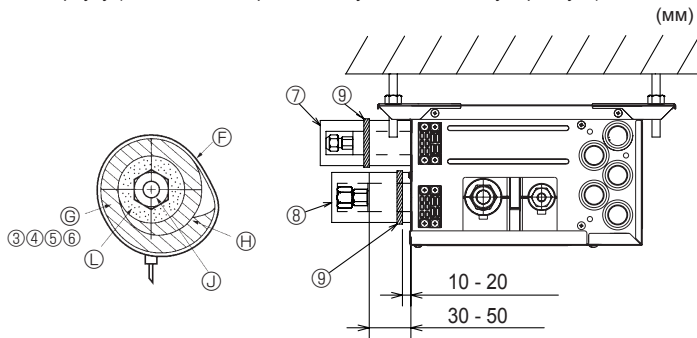
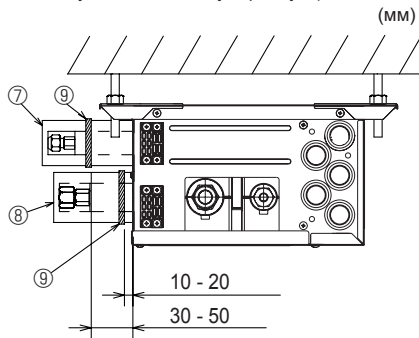

Fig. 7-3
Fig. 7-4
- (1) Снимите конусные гайки и крышки с ответвительной коробки.
- (2) Развальцуйте концы жидкостного и газового трубопроводов и нанесите охлаждающее масло (приобретается на месте) на развальцованное место. Запрещается наносить масло на резьбовую часть.
- (3) Сразу же подсоедините трубопровод хладагента. Всегда затягивайте конусные гайки до крутящего момента, указанного в таблице ниже, с помощью тарированного ключа и двойного гаечного ключа.
- (4) Прижмите крышки труб ③ и ⑤ на жидкостном трубопроводе к прибору и оберните их, чтобы зафиксировать на месте. (Fig. 7-3)
- (5) Прижмите крышки труб ④ и ⑥ на газовом трубопроводе к прибору и оберните их, чтобы зафиксировать на месте.
- (6) Прикрепите входящие в комплект поставки зажимы ⑨ на расстоянии в 10 - 20 мм от каждого конца крышек труб (③ ④ ⑤ ⑥).
- (7) Если внутренний прибор не подсоединен, наденьте входящие в комплект крышки труб (с колпачками, ⑦ и ⑧) на соединения трубопровода хладагента ответвительной коробки для предотвращения вытекания конденсата из труб. (Fig. 7-4)
- (8) Затяните крышки труб (⑦ ⑧) на месте с помощью входящих в комплект поставки зажимов ⑨.
- ⓐ Нанесите охлаждающее масло на всю (Fig. 7-3) поверхность развальцованного места.
- ⓐ Зажим ⑨
- ⓑ Крышки труб ③④⑤⑥
► Выполните следующие процедуры, относящиеся к деталям ответственной коробки, которые не подключены к внутреннему прибору. (Fig. 7-4)
(1) Для предотвращения утечек хладагента, убедитесь в том, что конусные гайки затянуты в соответствии со значениями крутящего момента\*, указанными в Таблице 3.